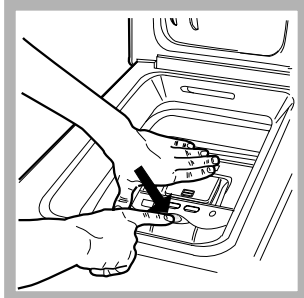

Fig. 2
### B) Apertura cestello, usando ambedue le mani come indicato (Fig. 2) :
- premere il pulsante indicato dalla freccia nella fig. 2 ed esercitando una lieve pressione verso il basso, tenere appoggiata una mano, ad evitare che gli sportelli aprendosi repentinamente facciano male alle dita;